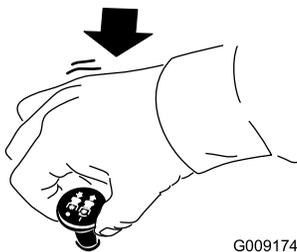

Bild 15
1. Stellen Sie den Zapfwellenantriebsschalter in die AUS-Stellung, um die Messer auszukuppeln (Bild 15).